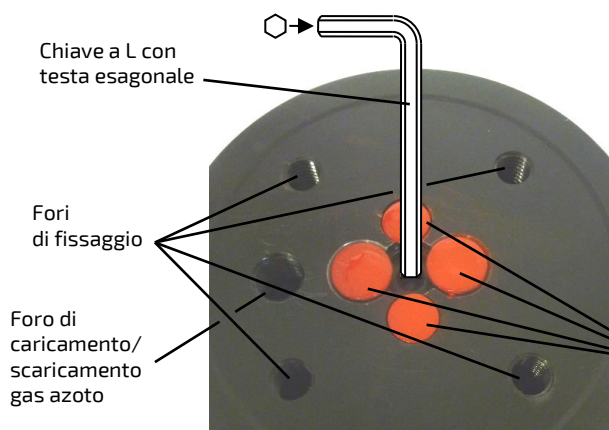

Figura 1 (base del cilindro)
Questa sezione non si applica ai cilindri CRAL con ritorno rallentato fisso (non regolabile): essi sono riconoscibili dalla conformazione della base del cilindro, che presenta unicamente i fori filettati per il fissaggio ed il foro filettato di caricamento/scaricamento del gas azoto (quest'ultimo in posizione centrale). Questa sezione si applica invece esclusivamente ai cilindri CRAL con corsa di ritorno rallentato (corsa di ritorno frenata) regolabile: essi sono riconoscibili da una conformazione della base del cilindro come illustrata in *Figura 1* qui sotto. Per tali modelli, si applicano le seguenti istruzioni:
2. Seguendo quanto indicato in *Figura 1*, partire con la vite di regolazione tutta chiusa (tutta avvitata) ed aprirla (svitarla parzialmente) in modo da trovare la corsa frenata desiderata. Minore è la lunghezza della corsa frenata, minore è il calore sviluppato dal cilindro.